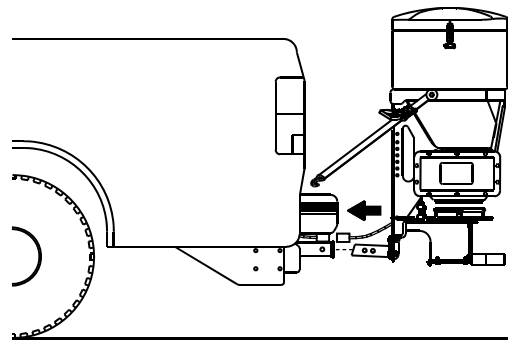

图 6
2. 将撒布机的挂钩滑入车辆的接收器挂钩并将撒布机挂钩上的第二个孔与车辆挂钩上的孔对齐图 6。